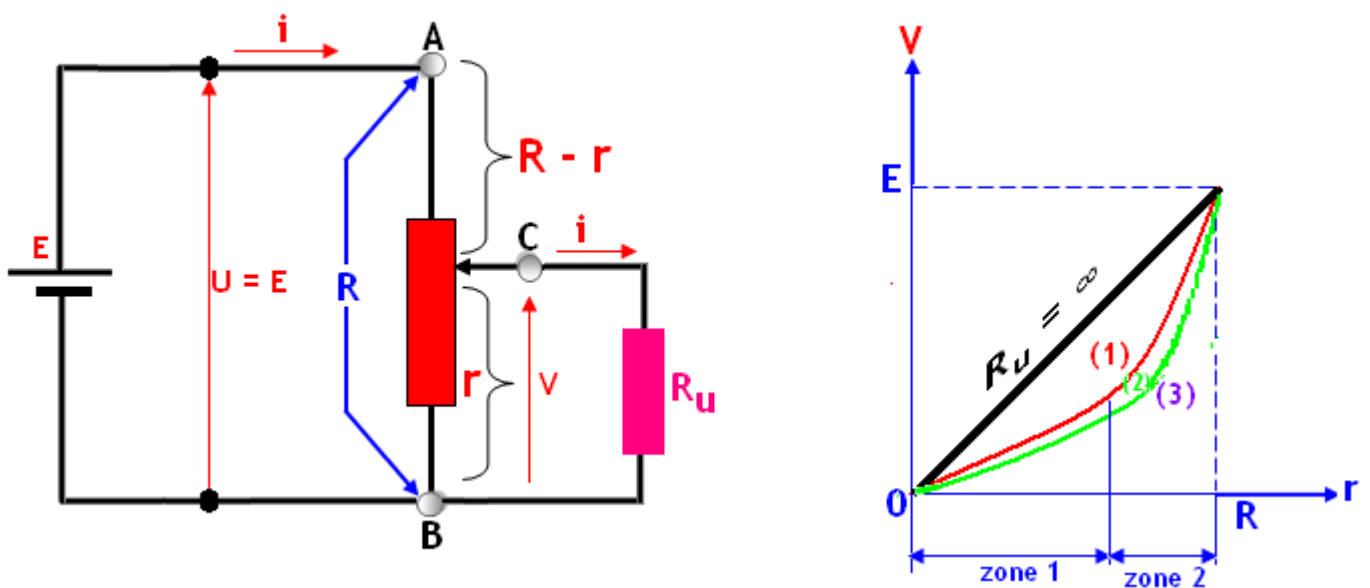

Figure 8 : Potentiomètre à charge.
2° Le potentiomètre alimente une résistance R (fig. 8) : l'ensemble se présente alors comme deux (2) résistances branchées en série :